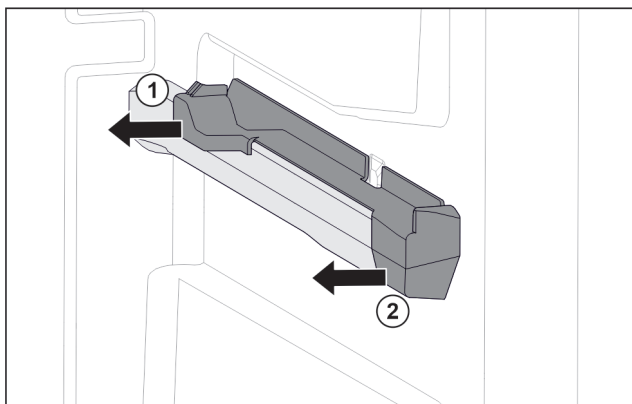

Fig. 107 Вставная часть на правом контейнерном ребре
- Отодвиньте вставную часть сзади в сторону. Fig. 107 (1)
- Отодвиньте вставную часть спереди в сторону. Fig. 107 (2)